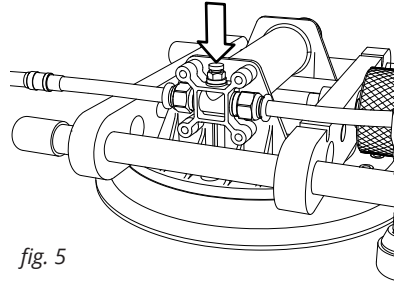

fig. 5
20. Presser la languette de succion pour relâcher le sceau de chaque ventouse, et enlever l'unité du matériau. (voir fig. 5).